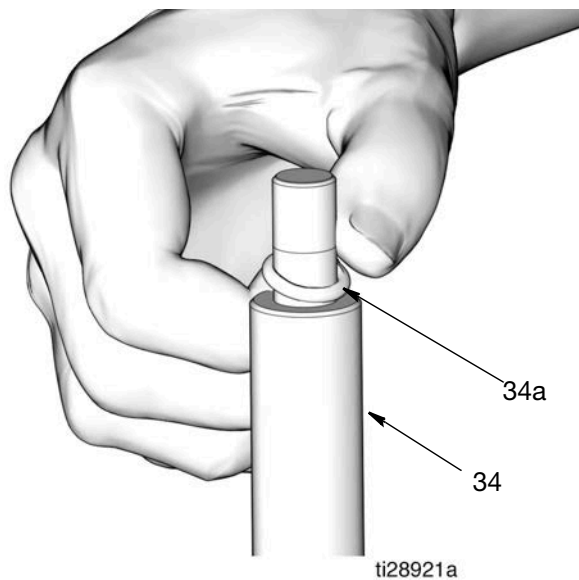

FIG. 25
- Allentare la tenuta del pistone (4) e l'O-ring (34a) e il dado (37) secondo le norme vigenti per il corretto smaltimento.
21. Utilizzare un uncino per rimuovere l'O-ring (34a) dall'asta del pistone (34) (FIG. 25).